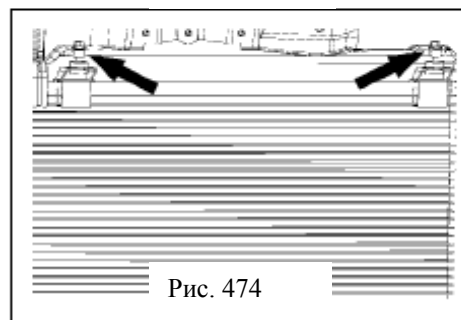

Рис. 474
7. Снимите корпус конденсатора(рис. 474)